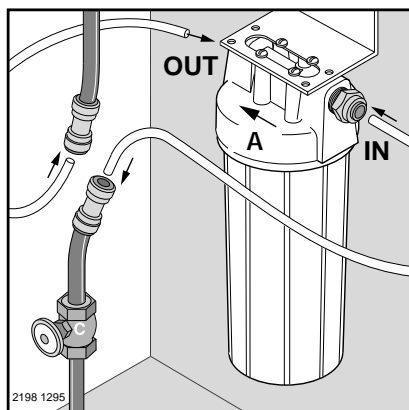

Figura 3 – Revise las marcas de la cubierta "IN" ("ENTRADA") y "OUT" ("SALIDA") para verificar la dirección correcta del flujo.
Paso 3. Coloque la cubierta del filtro sobre la pared usando los tornillos incluidos. Deje un espacio de 3" entre la cubierta del filtro y el suelo para poder cambiar el cartucho. Introduzca las líneas de agua de plástico de 3/8" en ambos lados de la cubierta del filtro y conéctelas a las conexiones que instaló en la línea de agua de cobre (Figura 3).